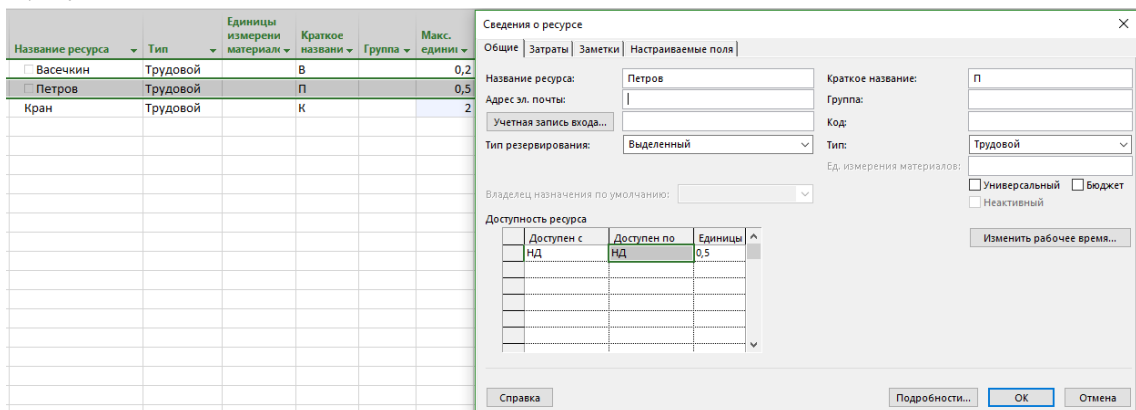

Рисунок 5.27 – Моделирование распределения доступности ресурсов между проектной и операционной деятельностью
2. Научитесь распределять загрузку ресурсов между проектной и операционной деятельностью (см. рисунок 5.27).